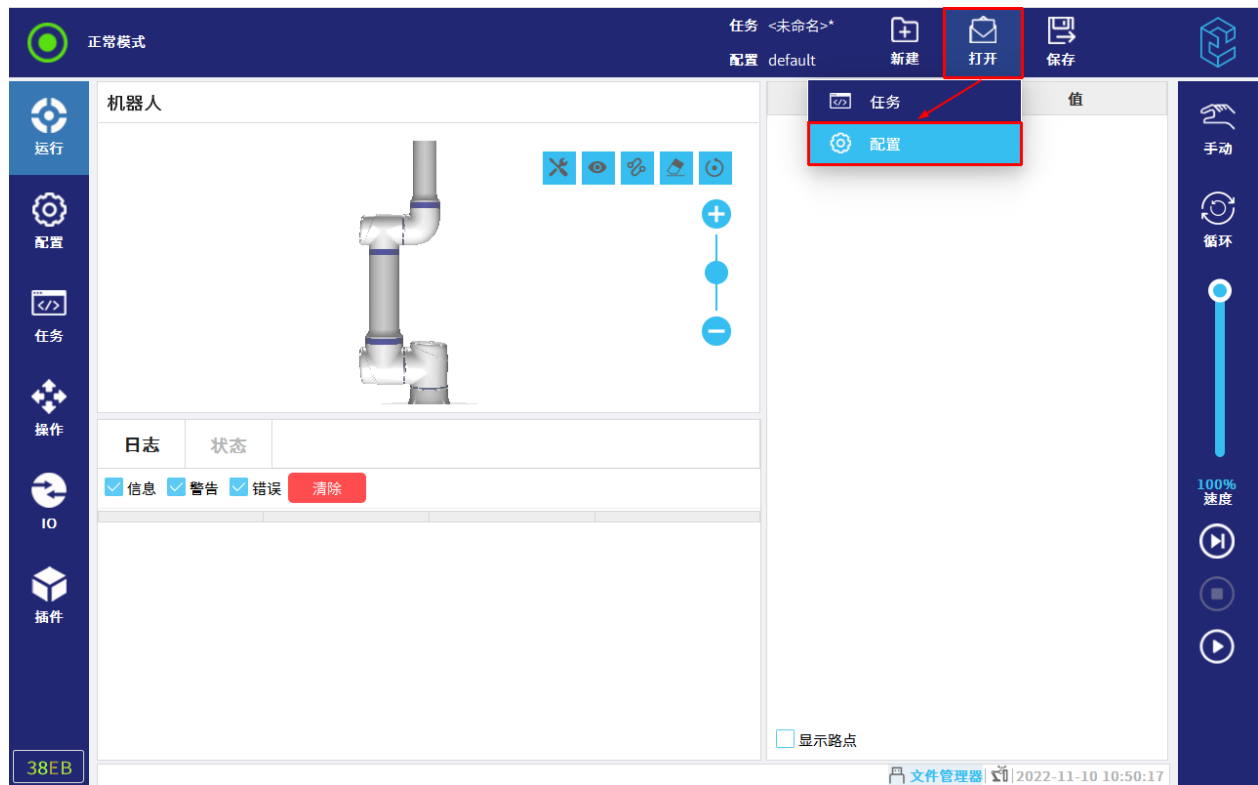

图 8-7 打开配置文件
1. 在任务和配置管理器中，点击“打开”，然后选择“配置”，如图 8-7 所示。